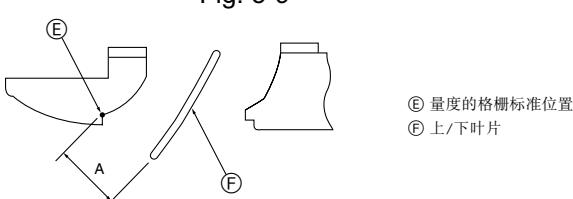

Fig. 5-10
③ 若要调整理想的气流方向，在指定的范围内缓慢地移动上/下叶片。(Fig. 5-10)